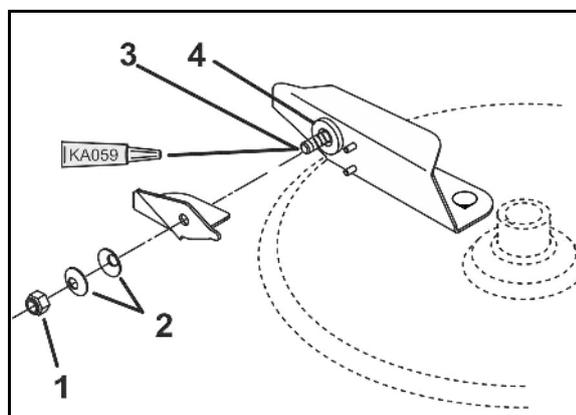

Fig. 91
- 2 x 8 parafusos das molas de lâmina (Fig. 91/1)